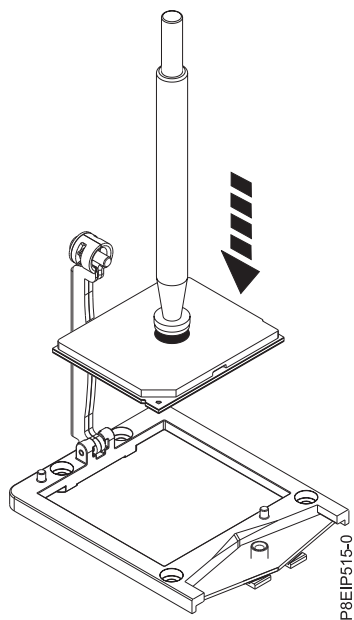

Figura 70. Bajar el procesador en el zócalo
- a. Baje el lápiz y el módulo de procesador del sistema hasta el zócalo como se muestra en la Figura 70 en la página 63. Alinee la esquina biselada del procesador con la esquina biselada del zócalo. Tenga cuidado al bajar la herramienta porque debe hacerlo de forma uniforme sin desequilibrar el procesador.